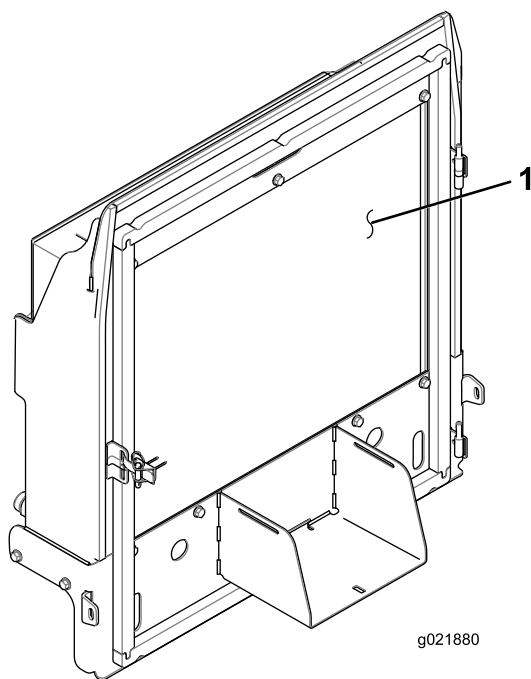

図 83
4. ラジエター・オイルクーラの裏表を圧縮空気で丁寧に清掃する 図 83。